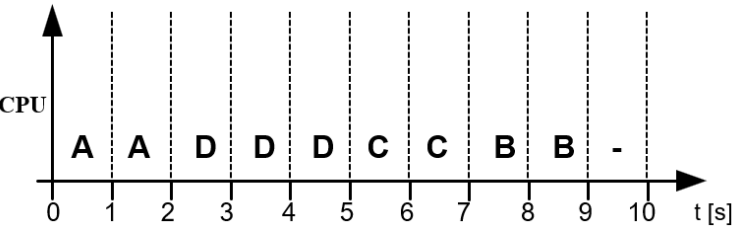

Bild 7.3: Angenommener Ist-Verlauf der Tasks
b) Verwenden Sie den Ist-Verlauf der Tasks aus Bild 7.3. Nennen Sie alle Tasks aus Tabelle 7.2, die die Deadline eingehalten haben.